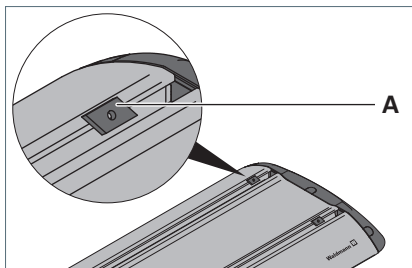

Fig. 5: Gleitmuttern einsetzen.
- Setzen Sie die vier beigelegten Gleitmuttern **A** in die T-Nuten der Leuchte, siehe Fig. 5.